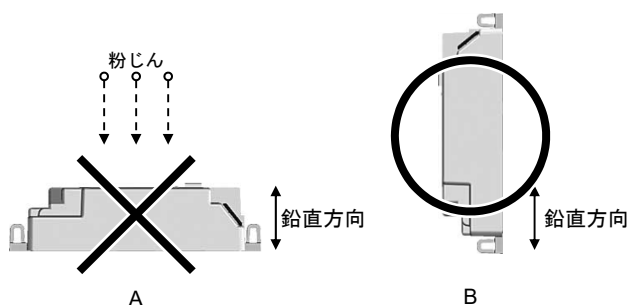

図4
- 『図4 A』に示すような設置は行わないでください。コネクタ内に粉じんがたまりやすくなります。